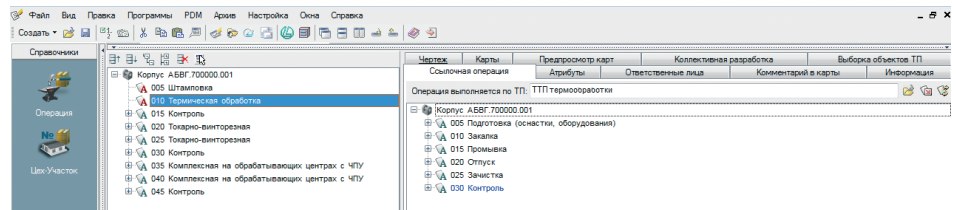

Рис. 4. Ссылка в ТП на типовый техпроцесс термообработки
- при разграничении ответственности между технологами за разработку ТП на разные технологические передель в технологическом процессе можно создать ссылку на другой ТП, тем самым обеспечив «собираемость» сквозного технологического процесса (рис. 4).